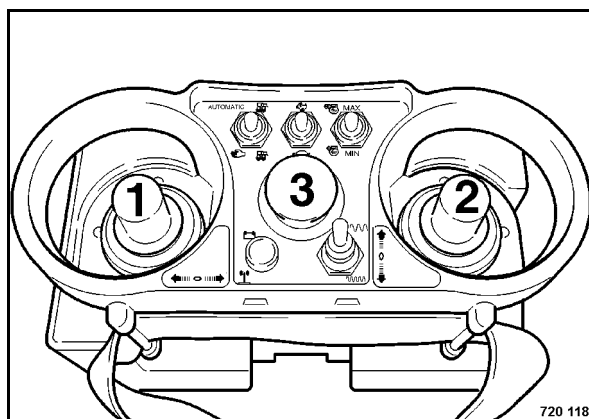

Рис. 75
- При выключенном передатчике задействовать один рычаг движения 1 или 2 (Рис. 75) и удерживать его.